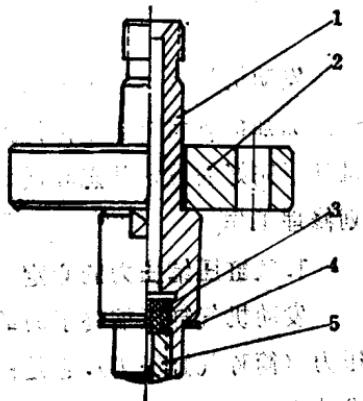

图2 气缸接头构造
(2) 气缸接头 由压力测头、压板、压力测头垫圈、过滤材料组成(图2)。
(3) 压力表 为指示压力表(又称弹簧管式压力表)。测量范围可选择在40—60公斤/厘米²。
(4) 连接油管 使用拖拉机上的高压油管或专用的高压油管。但因拖拉机上的高压油管中有剩余的柴油，对单向阀密封胶垫有腐蚀作用，最好是专备一根测量用高压油管。